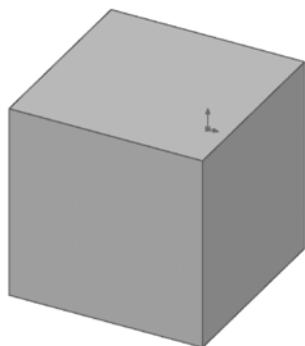

图 6-2 创建实体
- (1) 利用“矩形”和“拉伸”命令，创建如图 6-2 所示的实体。
- (2) 单击“特征”工具栏中的（圆角）按钮，或选择菜单栏中的“插入”→“特征”→“圆角”命令。